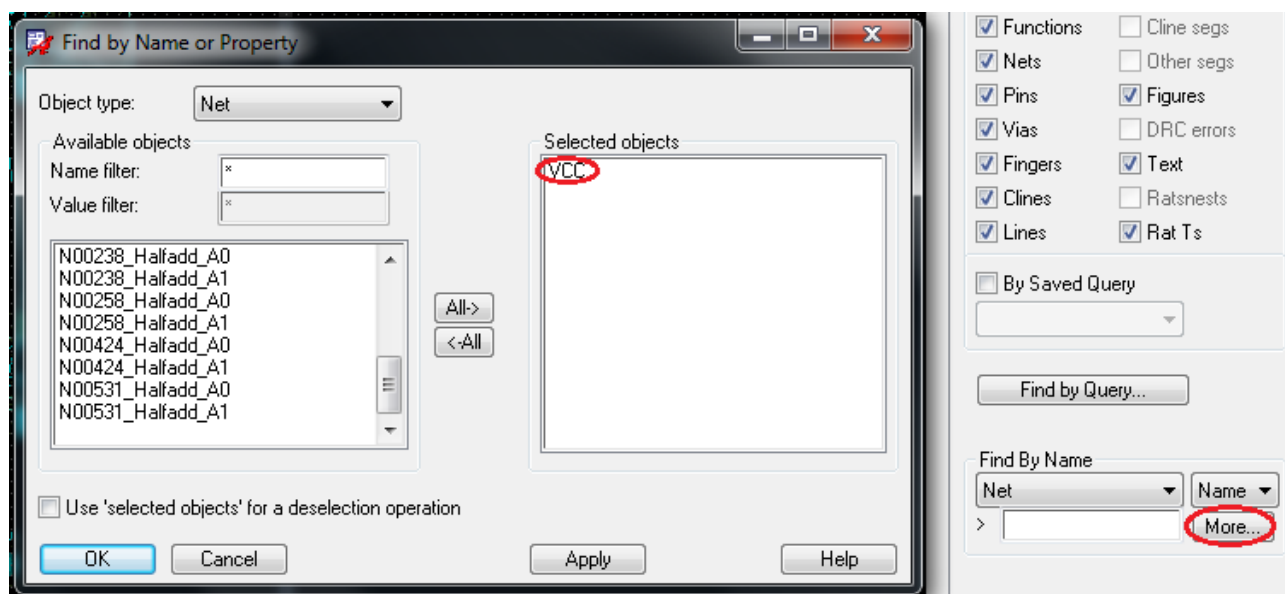

Рис. 21.46. Выделение цепей VCC
4. Выберите VCC. Элемент цепи VCC отображается в сетке Selected objects (рис. 21.46).